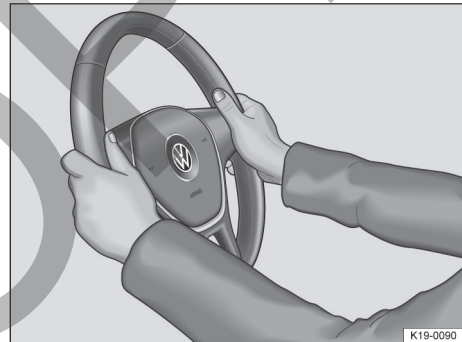

Fig. 71 En el volante: posición equivalente a las 9 y las 3 horas.
- Ajuste el volante de forma que pueda sujetarlo con ambas manos por los lados, por su parte exterior, en la posición equivalente a las 9 y las 3 horas con los brazos ligeramente flexionados → **fig. 71**.
- Con el fin de reducir el peligro de sufrir lesiones en caso de que se dispare el airbag frontal del conductor, durante la conducción sujete siempre el volante por los lados, por su parte exterior, con las manos en la posición equivalente a las 9 y las 3 horas → fig. 71.